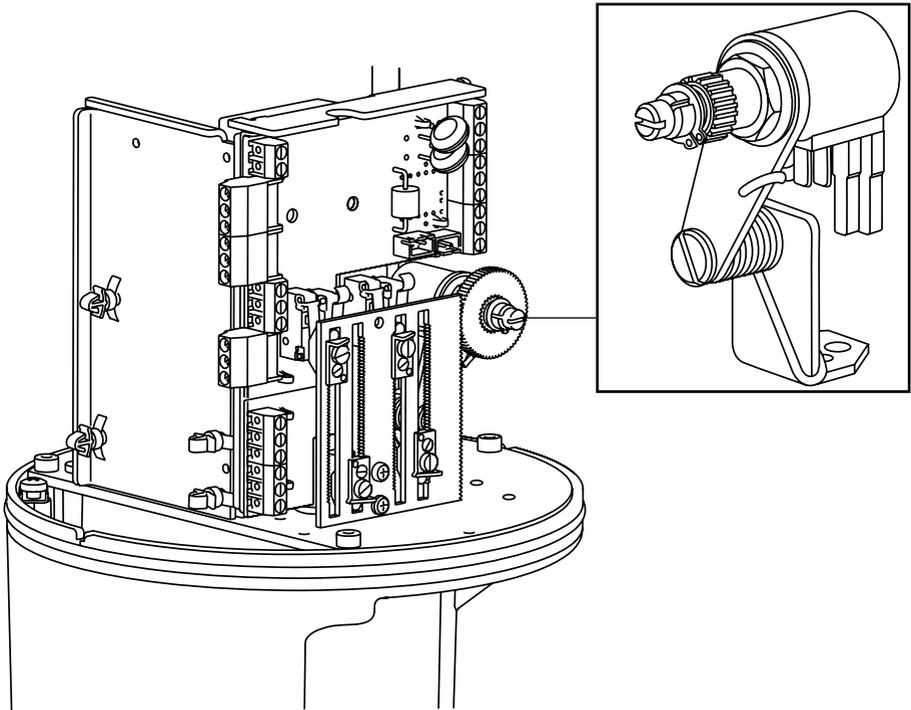
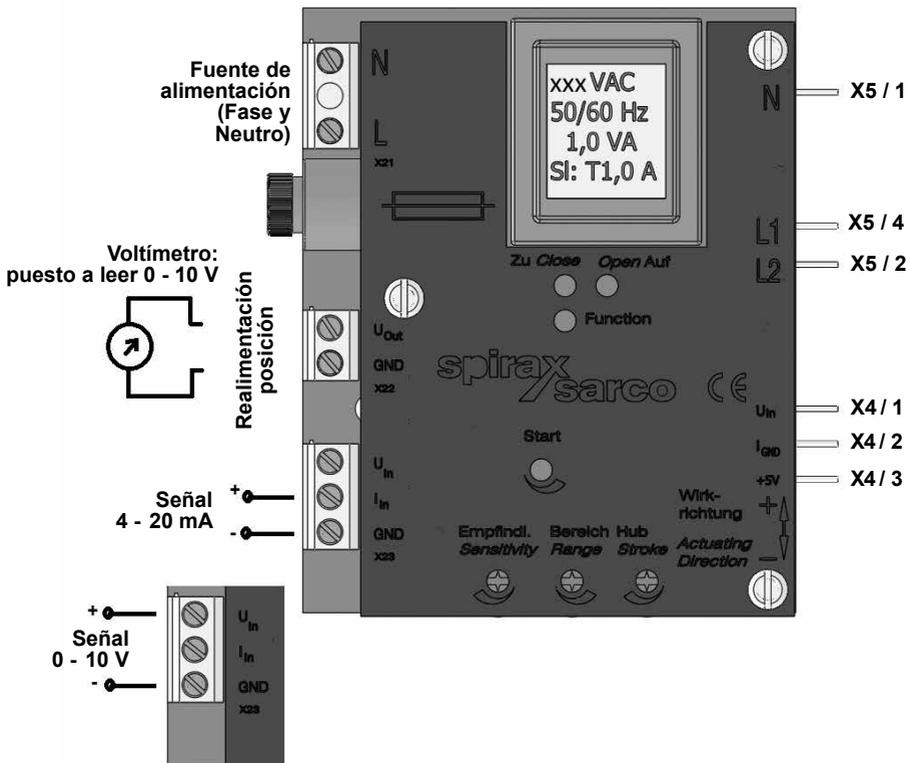

Fig. 29
Fig. 30
6. En este punto el polímetro debería dar una lectura de 0 V. Si no es así, gire el eje del potenciómetro de realimentación hasta que el polímetro mida 0 V (Fig. 29). Ajustar el potenciómetro "start" P2 (Fig. 30) hasta el punto en que se apaga el LED.